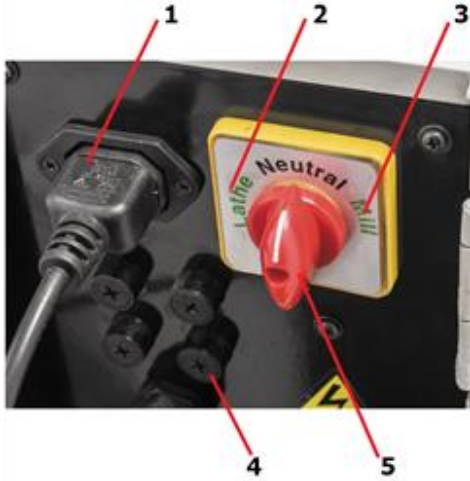

Рис. 1 Задняя панель
Поверните выключатель «фрезерования/точения» в положение точения (2) рис. 1.
Поверните выключатель «фрезерования/точения» в режим фрезерования (3) рис. 1.